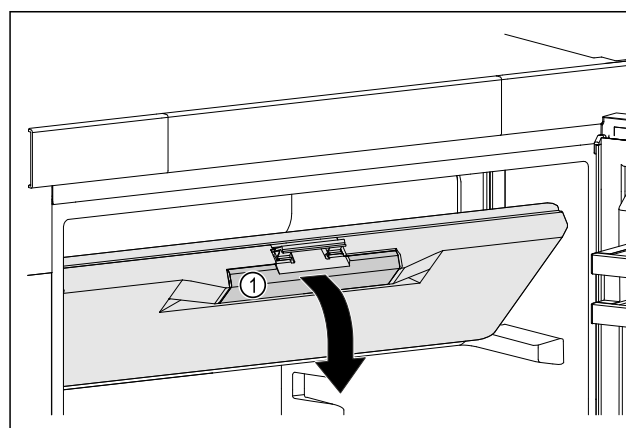

Fig. 48
- ▶ Dotkněte se dvířek mrazicího oddílu na prohlubni rukojeti Fig. 48 (1).